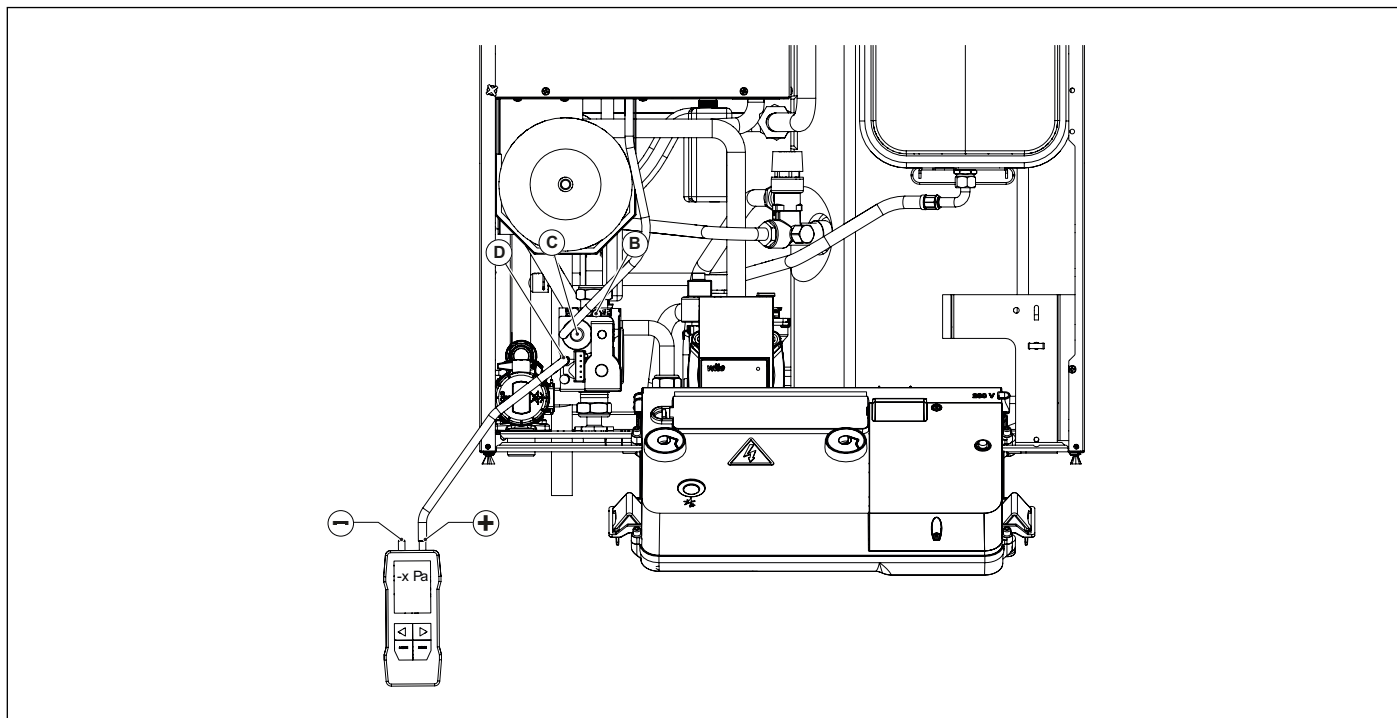

Рис. 32 Регулювання протитиску
- Викрутити заглушку в точці вимірювання протитиску **D** й приєднати до неї позитивний вхід (*) диференційного манометра (див. Рис. 32 Регулювання протитиску).